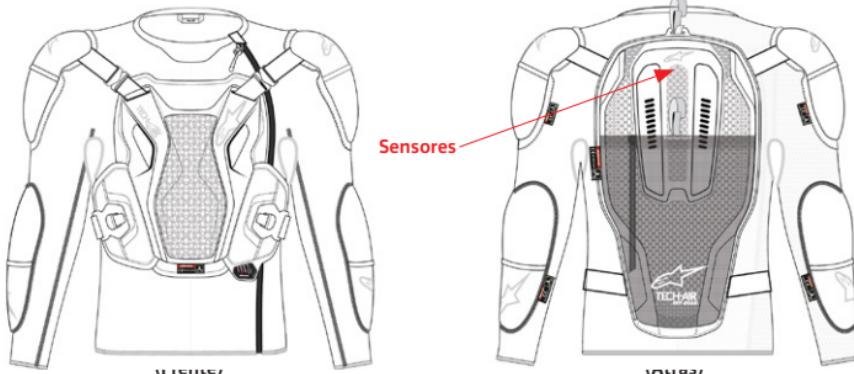

Figura 1 – Ubicación de los sensores
El Sistema consiste en una Unidad de Control del Airbag (8) (con sensores incorporados) integrada en un conjunto de protectores (Figura 1). El conjunto de sensores de la Unidad de Control del Airbag (8) consta de 1 acelerómetro triaxial y 1 giroscopio triaxial colocados en el interior del protector de la espalda.